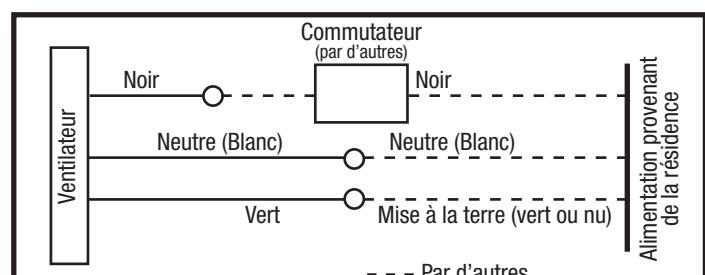

Figure 10
- 4b. De l'endroit où vous avez choisi d'accéder à la boîte de raccordement du ventilateur, reliez le fil blanc de la maison au fil blanc du réceptacle du ventilateur. Reliez le fil noir du commutateur mural au fil noir du réceptacle du ventilateur. Reliez le fil de terre de la maison au fil vert du logement du ventilateur (**Figure 10**). Utilisez les méthodes approuvées pour tous les raccordements.